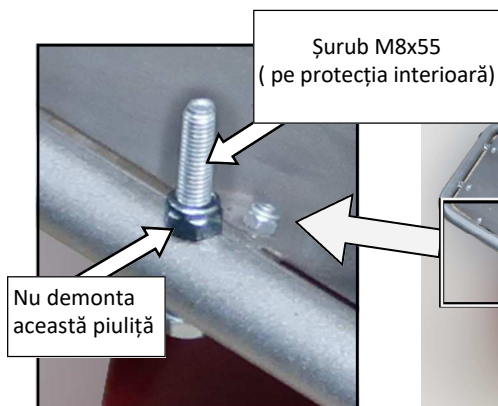

Fig.17
- Pentru economisirea încăperii (în timpul transportului, depozitării) puneți ghidonul în poziția de expediere (vezi Fig. 17 de mai jos). Aveți grijă să nu deteriorați cablurile.